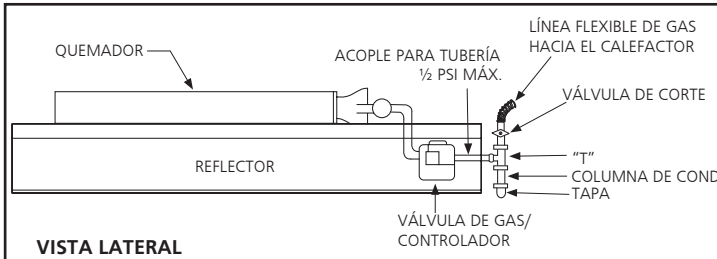

Figure 3. Installation typique des conduits
- Un piège à sédiments conforme aux exigences typiques de la Figure 3 doit être installée, dans la conduite vers le robinet de gaz.
⚠ AVERTISSEMENT : NE PAS DÉPASSER UNE PRESSION D'ENTRÉE DE 0,5 P.S.I. (14 POUCHES DE COLONNE D'EAU) VERS LES RADIATEURS, TEL QU'ILLUSTRÉ À LA FIGURE 3 ET AU TABLEAU 2.